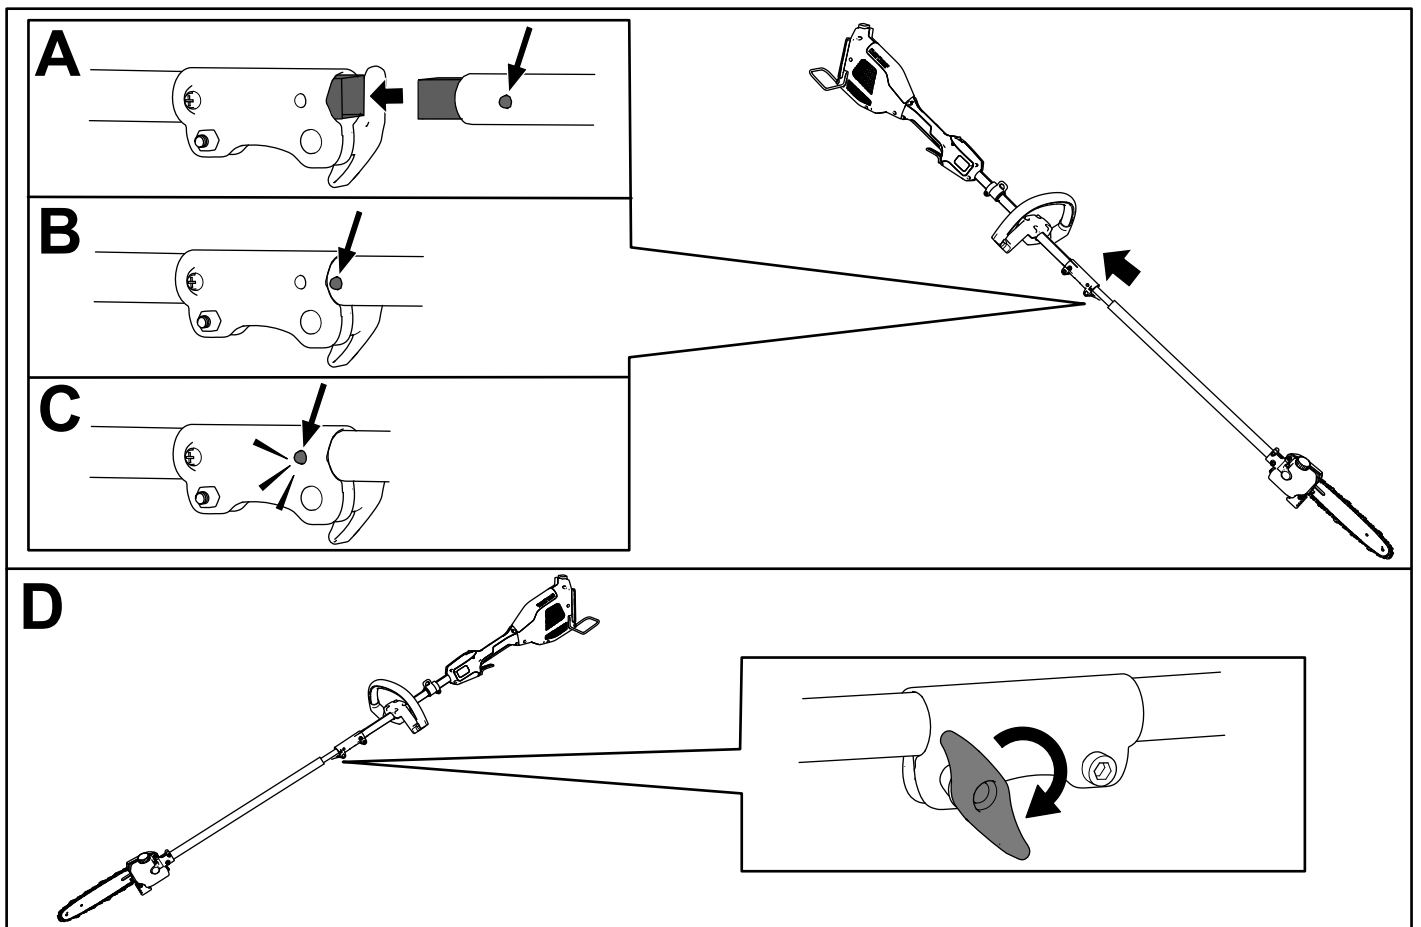

Figure 4
1. Insérez l'arbre carré de l'accessoire dans l'arbre carré de la tête motrice (A de **Figure 4**).
2. Placez le bouton de verrouillage situé sur la moitié inférieure du manche en face du trou situé sur la moitié supérieure, et emboîtez-les 2 moitiés ensemble (B et C de la **Figure 4**).
Remarque: Le bouton de verrouillage s'enclenche dans le trou quand les deux moitiés du manche sont correctement emboîtées (C de la **Figure 4**).
3. À l'aide de la poignée, serrez la vis sur le connecteur du manche jusqu'à ce qu'il soit bien fixé (D de la **Figure 4**).
2. Desserrez la poignée de vis sur le connecteur de l'arbre (Figure 4).
3. Appuyez sur le bouton de verrouillage tout en séparant les 2 arbres (Figure 4).